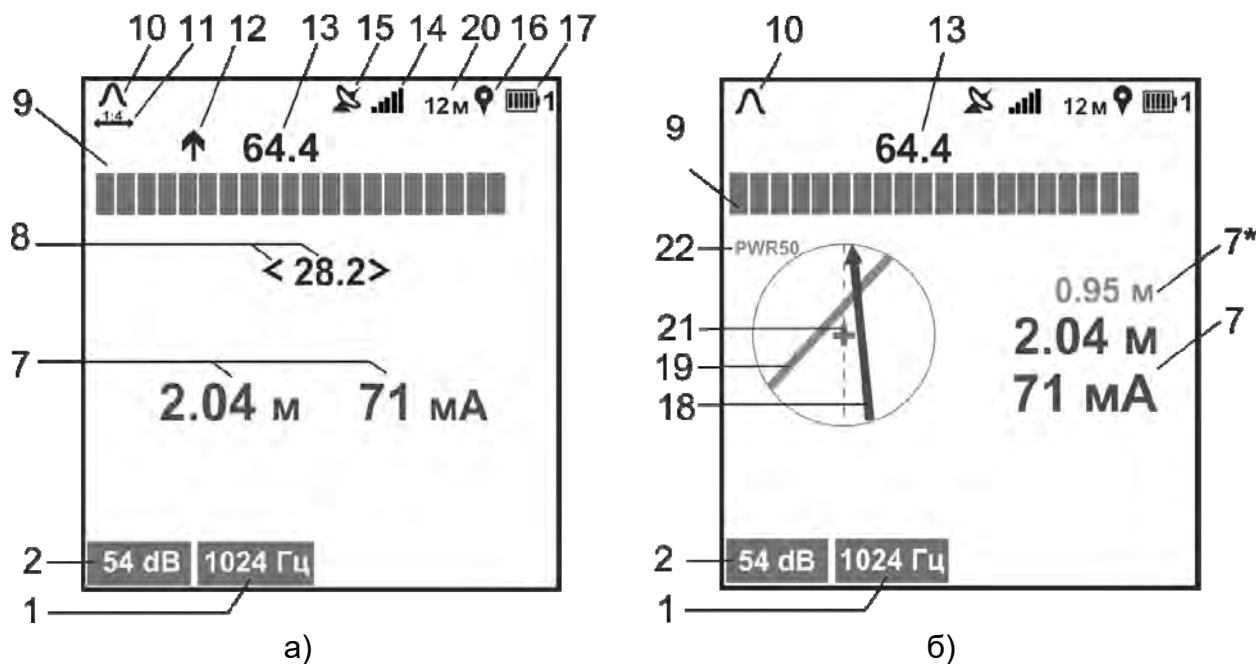

Рисунок 3.2 – Индикация приемника в режиме «ТРАССА»
- режим «ТРАССА» – для поиска коммуникаций с одновременным определением глубины её залегания, величины протекающего по ней тока рабочей частоты (рисунок 3.2а). Дополнительно при включенной функции «КОМПАС», отображается положение и направление коммуникации относительно приемника (рисунок 3.2б).
Примечание. Индикация значения уровня входного сигнала в «дБ» при поиске по «максимуму» и «минимуму» (соответственно поз. 13 и 8 на рис. 3.2) при перегрузке соответствующих им входных каналов меняет свой цвет на красный
При включенной опции «растяжка шкалы «максимум» 1:4» цена деления уменьшается в четыре раза, тем самым увеличивая разрешающую способность шкалы. При этом на экране отображается символ «» (поз. 11 на рис. 3.2), под шкалой «максимум» появляется желтая полоса, указывающая положение окна растяжки относительно исходной (нерастянутой) шкалы.
Коммуникация схематически отображается на индикаторе в виде линии – указателя положения коммуникации (поз. 18 рис. 3.2б и 3.3б). Одновременно с этим в режиме «ТРАССА» на индикаторе отображаются шкала «максимум» и уровень входного сигнала, в режиме «ТРАССА-ДАТЧИК» отображаются шкала и уровень входного сигнала по входу «ДАТЧИК», а также его относительная полярность.
По мере продвижения по трассе ориентируйте приемник относительно коммуникации таким образом, чтобы на экране указатель положения коммуникации (поз. 18 рис. 3.2б) совпадал с осью приемника (поз. 21 рис. 3.2б).
Пример поиска с включенной функцией «Вторая линия» показан на рисунке 4.2.3б. В этом режиме указатель положения «Второй линии» (поз. 19 рис. 3.2б) и значение глубины ее залегания (поз. 7* рис. 3.2б) отображаются синим цветом.